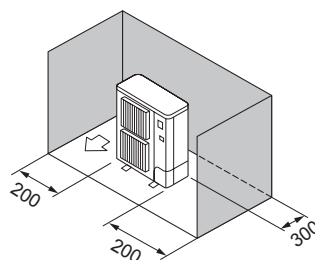

Fig. 2-8
- ③ Kun forhindringer bagved og i siderne (Fig. 2-8)